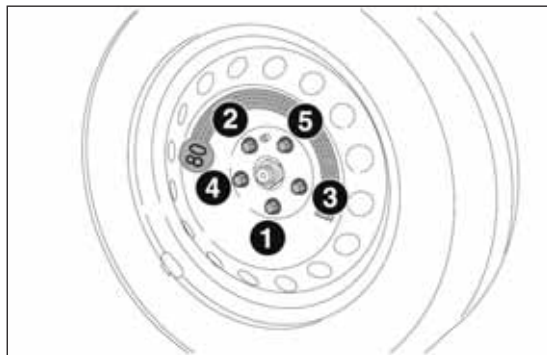

fig. 37
- ☐ con la llave A, apretar a fondo los tornillos, pasando alternativamente de un tornillo al diametralmente opuesto, siguiendo el orden numérico ilustrado en fig. 37;